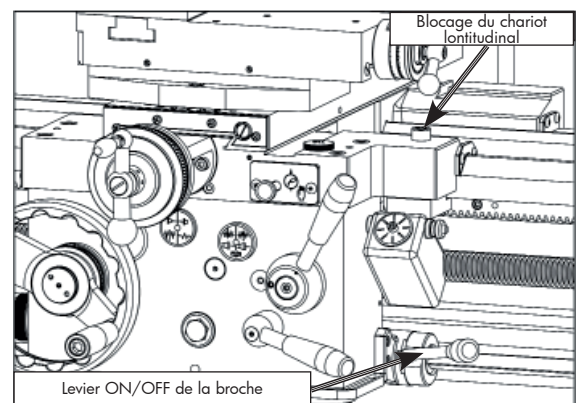

Fig. 19 Blocage du chariot & levier ON/OFF de la broche
10. Avec une clé Allen de 10 mm, desserrez le blocage du chariot longitudinal (figure 19) pour qu'il puisse coulisser librement.
11. Mettez le levier ON/OFF de la broche en position OFF, comme illustré sur la figure 19.